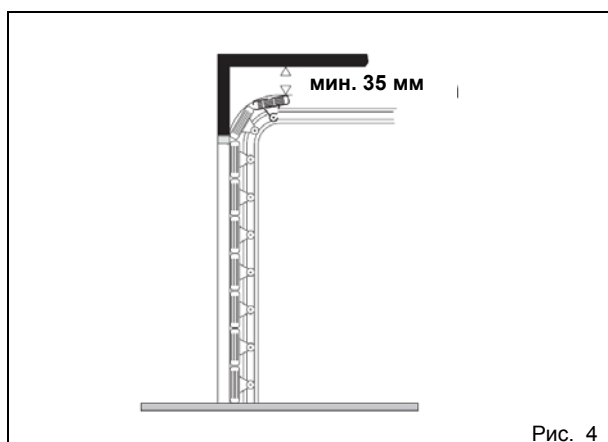

Рис. 4
Макс. расстояние от потолка (мм)	35 (Рис. 4)
- Между верхним краем полотна ворот и плоскостью потолка должен оставаться зазор не менее **35 мм** (рис. 4).
- 2) Кроме того, на раме следует провести горизонтальную линию, соответствующую максимальной высоте, на которую поднимается полотно ворот во время движения (рис. 4).